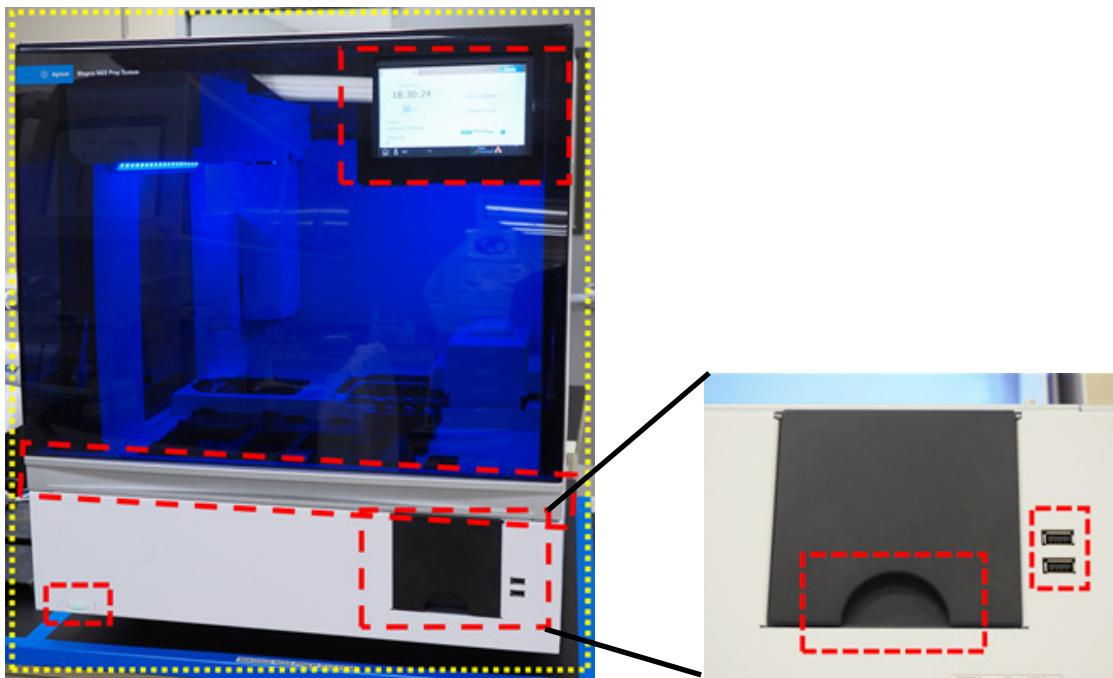

图 28 要擦拭的仪器正面的外表面
**b 仪表外部 - 前面:** 关闭仪器门。用经过 70% 异丙醇弄湿的实验室擦巾，轻轻擦拭图 28 中用黄色和红色勾勒出的表面区域。这些区域包括触摸屏、电源按钮、Waste Bin 门（包括用于协助打开 / 移除操作时的凹陷部位）和前面的有机玻璃。拉出 Waste Bin 抽屉，擦拭 Waste Bin 的内部。擦拭 USB Port 周围区域（不要弄湿电气接触点）。所有用黄色勾勒出的区域都需要擦拭。用红色勾勒出的区域需要特别注意并仔细清洁。